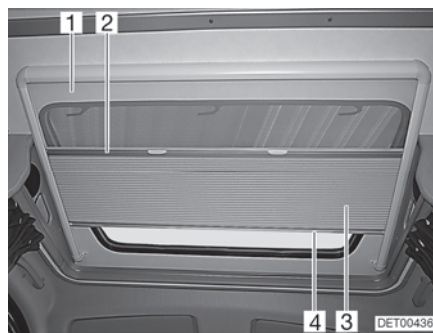

Fig. 71 Toit ouvrant
Le dispositif occultant plissé (Fig. 71,3) est relié de manière permanente à une moustiquaire (Fig. 71,1).
- Saisir la tige de fermeture (Fig. 71,4) du dispositif occultant plissé par le milieu et tirer avec précaution vers le bas.
- Ramener lentement le dispositif occultant plissé en arrière par la tige de fermeture (Fig. 71,4).
- Saisir la moustiquaire par le centre de la tige de fermeture (Fig. 71,2) et tirer avec précaution vers le bas.
- Ramener lentement la moustiquaire en arrière par la tige de fermeture du dispositif occultant plissé (Fig. 71,4).